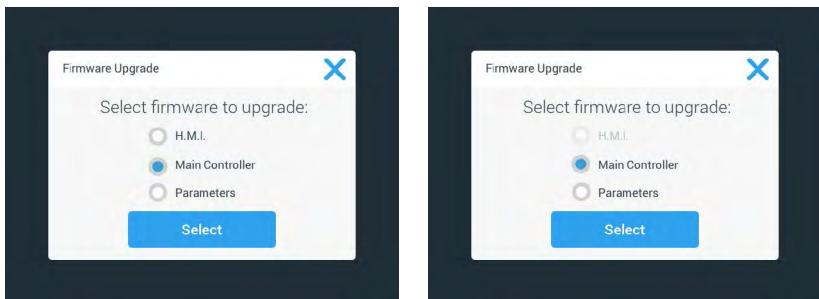

図 115: インストールするファームウェアの項目の選択
11. アップグレードするファームウェアがある場合は、図 115に示すような項目別リストが「ファームウェアのアップグレード」画面に表示されます。アップグレードするファームウェアの項目をタップします。
注 GUIファームウェアのみをアップグレードするため、図 115に示されているリストのオプションでH. M. I. を選択した場合は、アップグレードを開始してから最高1分間は、GUIディスプレイでタッチスクリーンのアクティブなエリアをそれ以上タップしても応答しません。この間は、シェーカーの電源を切らないでください。電源を切った場合は、アップグレードが正常に完了しません。シェーカーはしばらくすると再起動し、また使用できるようになります。
注 複数のファームウェアのコンポーネントを一度にアップグレードするため、図 115に示すリストから2つまたは3つのオプションを選択した場合は、アップグレードの処理中は常にシェーカーの電源をオンに保持します。電源を切ってはいけません。